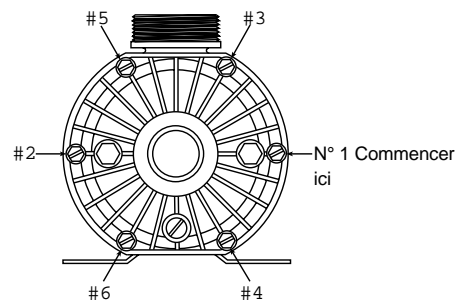

Figure 18 : Ordre de serrage de la plaque avant de la pompe
9. Reposer la plaque avant (Réf. n° 13) et serrer les vis dans l'ordre illustré à la Figure 18 au couple de 34,5 cm-kg (30 lb-po).